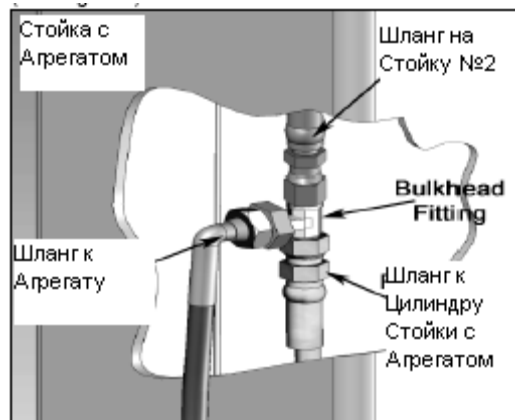

Рис.18
1. Установить штуцер-тройник в отверстие на Стойке №1 (с агрегатом). Отверстие расположено на задней стороне стойки примерно на высоте 2286 мм от пола. (Рис. 18)